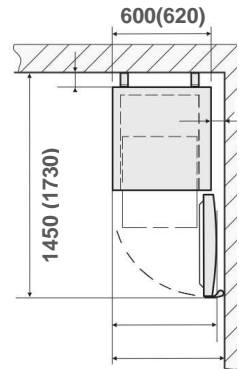

Fig. 7
- Si l'appareil doit être placé dans un coin, laisser un espace de minimum 60 mm sur les côtés (**Fig. 7**).